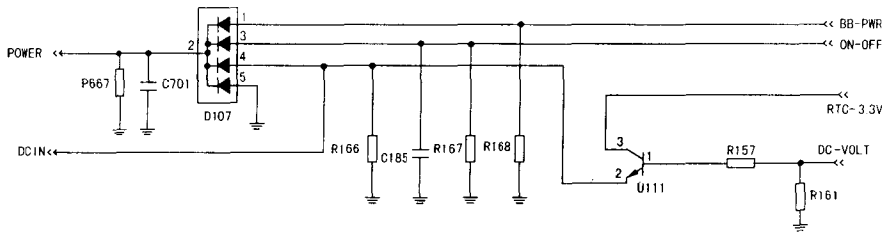

图 1-2 开关机控制电路原理图
三星 SGH-A288 型手机的开关机电源控制电路主要由二极管组 D107 来完成，工作原理如图 1-2 所示。当手机未开机时，二极管组各引脚均无电压，当按下手机开机键时，电池电压经过二极管组的第③脚进入，使二极管组 D107 导通并从第②脚输出 2.7V 左右的高电平（Power），控制稳压电源电路的工作。同时微处理器 U108 也送出一个高电平信号至 BB-PWR 端，使二极管组 D107 中对应的二极管导通，这样就不至于在松开关机键后，无 ON-OFF 高电平而断电，使其维持手机的正常工作。
在图 1-2 电路中，还有一部分电路是带机充电控制电路，主要由 U111 来控制，当手机插入充电座后，DC-VOLT 的电压信号通过 R157 和 R161 取样后送入 U111 的第①脚，而第③脚的 RTC-3.3V 是装上电池就有的，所以 U111 的第②脚也就输出一个高电平信号 DCIN 送至微处理器 U108，用以检测手机带机充电控制电路的工作。